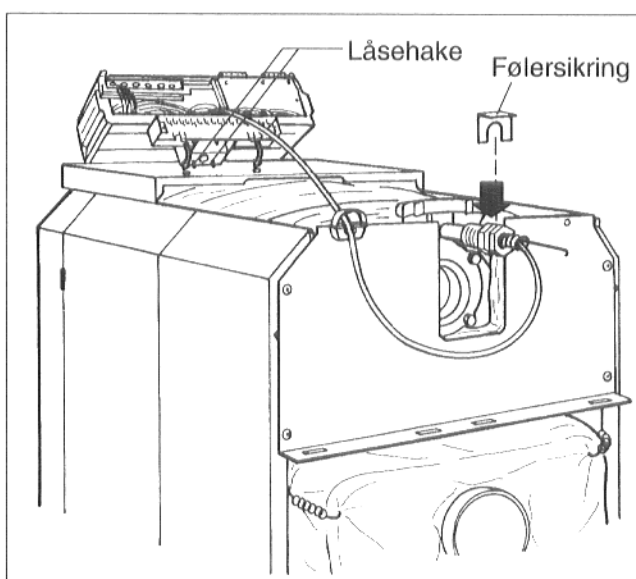

Fig. 48
- Kapillarrørene rulles pent ut i den lengde som er nødvendig og legges gjennom kabelinnføringen i kontrollpanelet. Føleren stikkes ned i følerlommen, og sikres med følersikringen (Fig. 48).
- Kontrollpanelet settes på plass (Fig. 48). Kontrollpanelet har haker i forkant som skyves ned i de ovale utboringer i fremre topp-plate. Kontrollpanelet trekkes fremover og vippes så ned i bakkant. De elastiske låsehakene i kontrollpanelets bakkant går ned i de firkantede åpningene i topp-platen og låser kontrollpanelet.